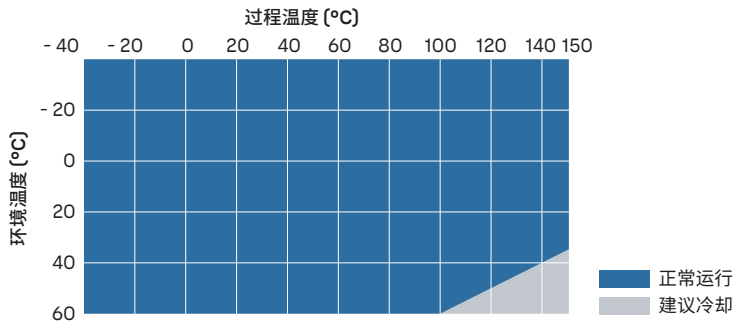

图 50 过程温度和建议冷却措施
- 根据 图 50 \(第 267 页\)，使用额外的冷却措施。请注意，图中的温度数值是概数。所需的具体冷却数值取决于安装位置和环境。